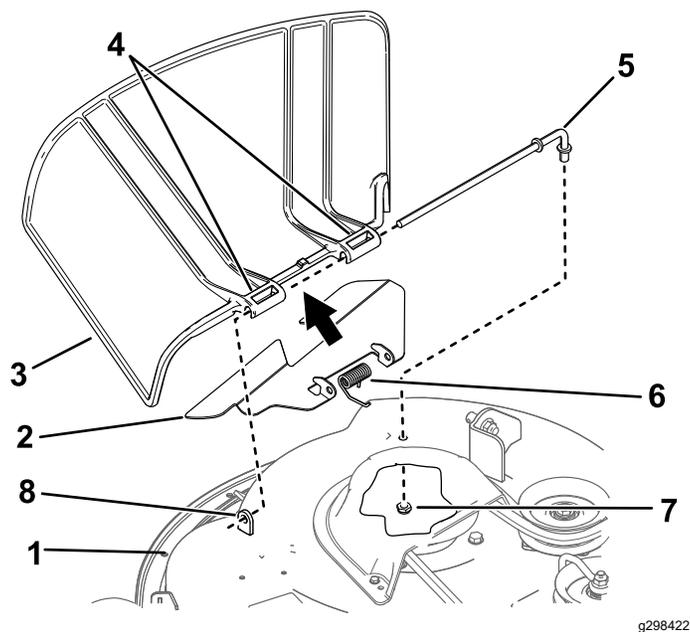

Рисунок 72
1. Отверните гайку ($\frac{3}{8}$ дюйма) со стержня из-под нижней части газонокосилки (Рисунок 72).
2. Выдвиньте стержень из короткой проушины, пружины, дефлектора и отражателя травы (Рисунок 72).
4. Установите новый отражатель травы и дефлектор (Рисунок 72).
7. Проденьте стержень через дефлектор и второй кронштейн отражателя травы (Рисунок 72).
9. Прикрепите задний конец стержня к газонокосилке с помощью гайки (3/8 дюйма), как показано на Рисунок 72.